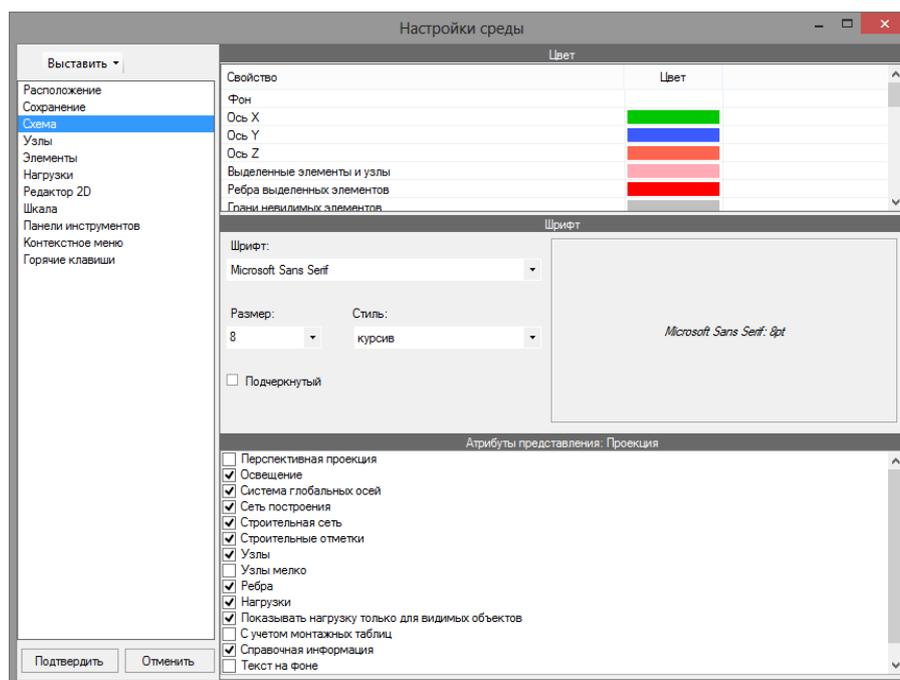

Рисунок 2.10 Вкладка **Схема**
**Настройки рабочей среды** ⇨ вкладка **Схема** (рисунок 2.10)